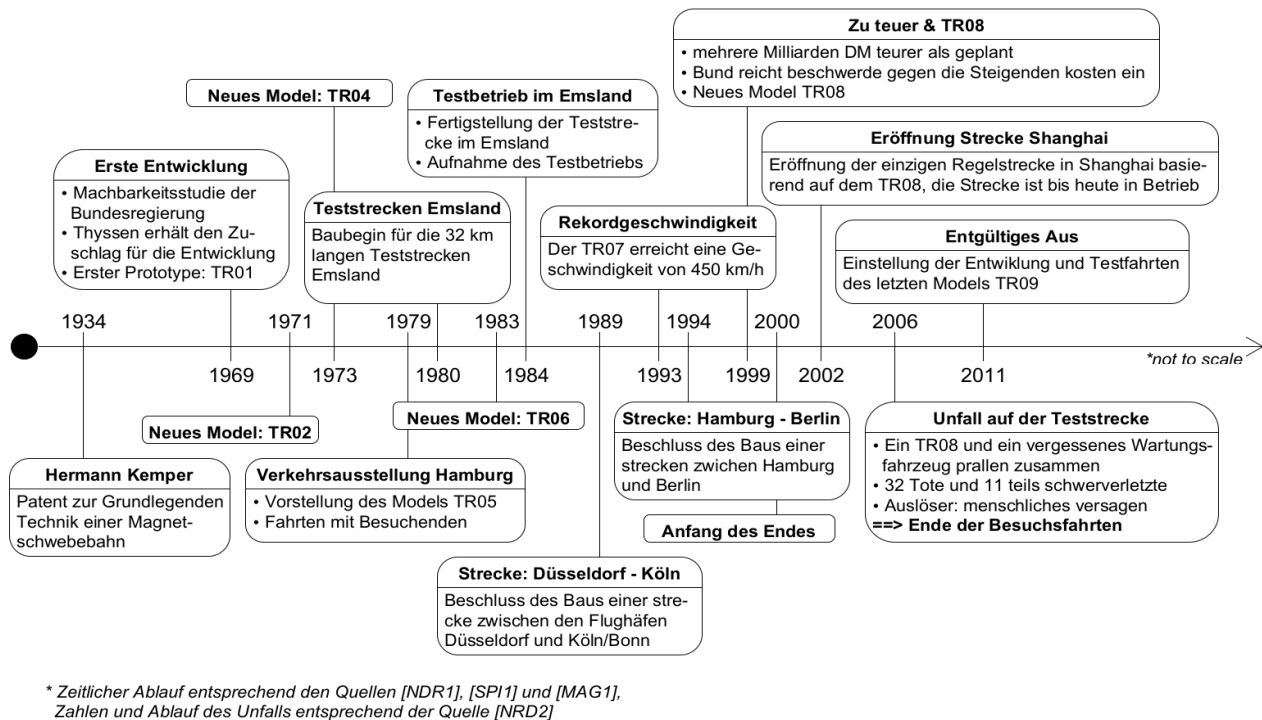

Abb. 2.1: Zeitlicher Ablauf der Entwicklung des Transrapids
- Abb. 2.1: *Zeitlicher Ablauf der Entwicklung des Transrapids, Erstellt in Eigenarbeit zur Repräsentation der Ereignisse basierend auf Quellen [NDR1], [NDR2], [SPI1] und [MAG1], © 2024 – C. PRICKARTZ*